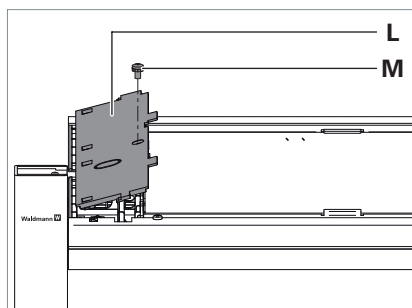

Fig. 6: Montaggio della copertura.
- ▶ Applicare la copertura **L** assieme ai ganci sulla parte inferiore della copertura negli occhielli sulla testa dell'apparecchio d'illuminazione e premere la copertura, vedi Fig. 6.